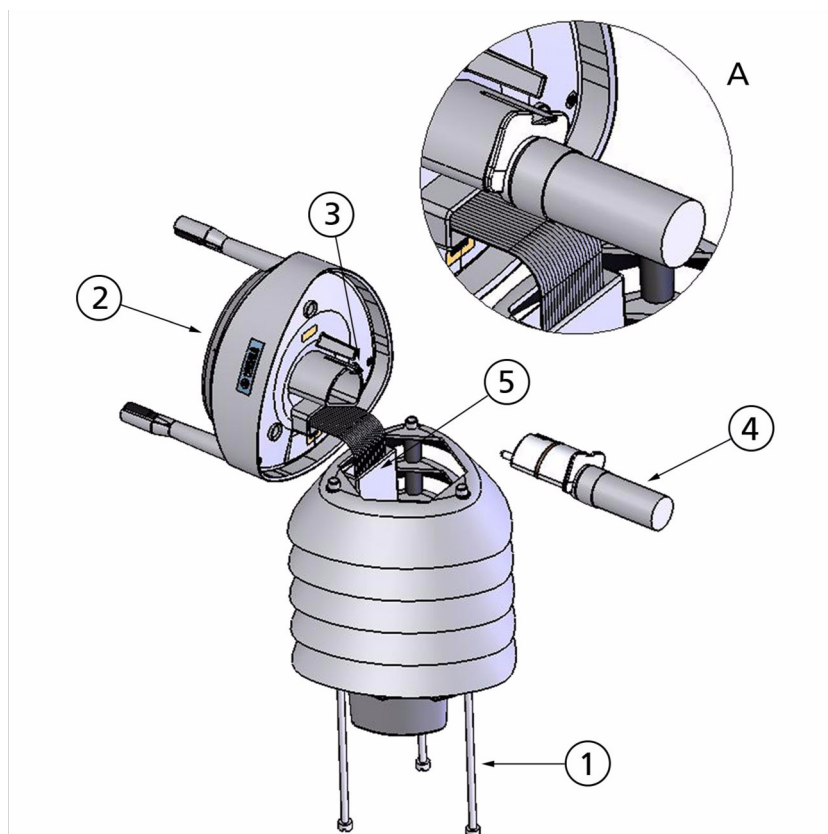

Рис. 26 Замена РТУ модуля
3. Откройте маленькую белую створку 3 (смотрите раздел А на Рис. 26 на стр. 134) и извлеките модуль РТУ.